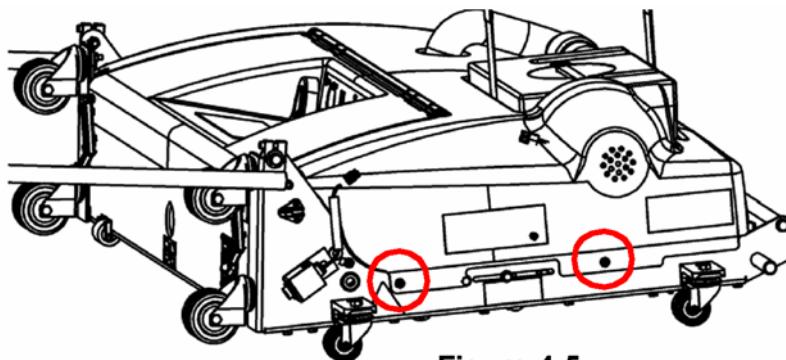

Figure 4-5
1. Även om det inte är absolut nödvändigt att plocka av huven för denna åtgärd, så blir det lättare att komma åt poleringens drivning. Du måste dock sätta tillbaka huven för att kontrollera justeringen. Lyft av huven genom att låsa upp oljeutrymmets dörrspärrar, koppla från vakuumslangen och ta ut avfallstanken, ta av locket till rengöringsmedelstanken, skruva av de två skruvarna på vardera sida av huven (se bild 4-5) och lyft av huven från ramen. Lägg skruvarna åt sidan.
1. Lås upp oljetrymmets dörrspärrar, koppla från vakuumslangen och ta ut avfallstanken, ta av locket till rengöringsmedelstanken, skruva av de två skruvarna på vardera sida av huven (se bild 4-5) och lyft av huven från ramen. Lägg skruvarna åt sidan.